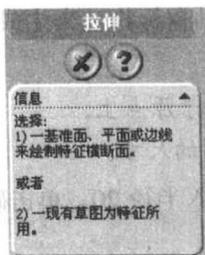
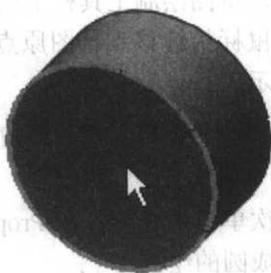

图 1.8 提示信息
图 1.9 选择圆柱顶面
- (9) 单击特征工具栏上的拉伸切除按钮，这时左窗格中出现如图 1.8 所示的提示信息，选择圆柱的一个顶面，如图 1.9 所示，再单击准视图工具栏上的正视图按钮，零件会旋转以使所选模型面为正视。